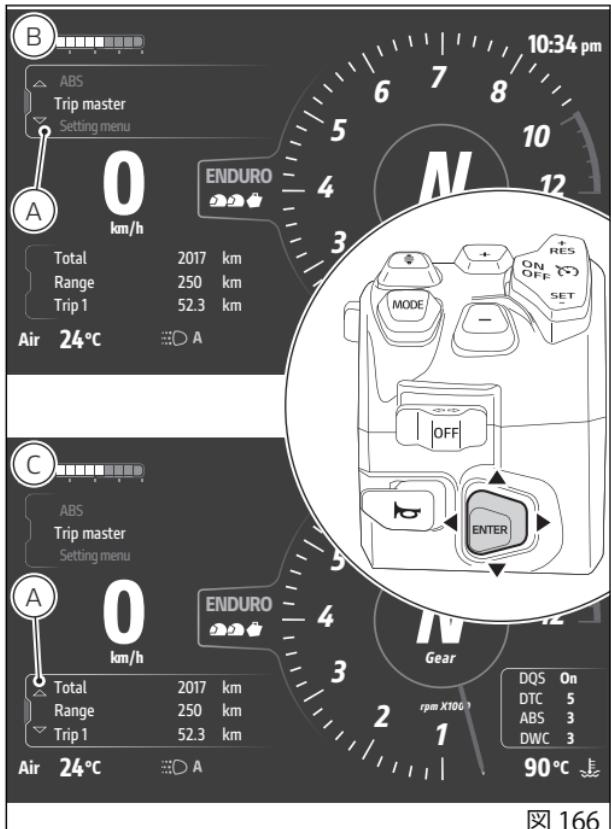

図 166
いずれかのメニューを選択すると、有効なフレーム（A、図 166）が表示され、ジョイスティックでブラウズとメニュー操作が可能になります。
- 「インタラクティブメニュー」が選択されているときに、ジョイスティックを ▼ の位置に長く押すと、「Info display」（C、図 166）に選択が移動します。
クティブメニュー」(B、図166)に選択が移動します。